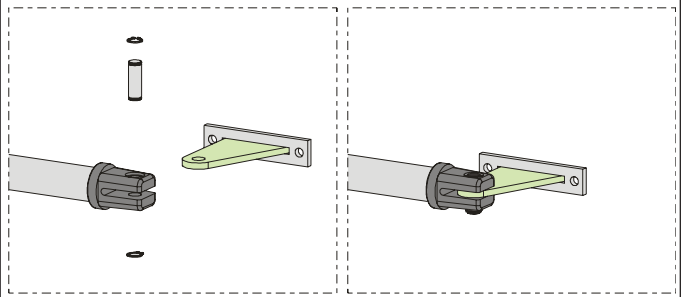

Abb. 10
7) Den vorderen Bügel laut Angaben in Abb. 10 zusammenbauen.